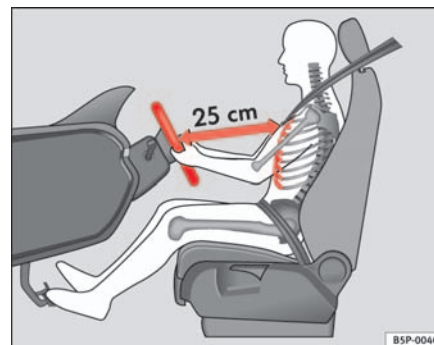

Abb. 130 Die richtige Sitzposition des Fahrers
- Stellen Sie das Lenkrad so ein, bis die gewünschte Einstellung erreicht ist  $\Rightarrow$  Abb. 130.
- Stellen Sie den Fahrersitz oder das Lenkrad so ein, dass der Abstand zwischen Lenkrad und Brustbein mindestens 25 cm beträgt → Seite 166, Abb. 130. Wenn Sie den Mindestabstand nicht einhalten, kann Sie das Airbag-System nicht schützen – Lebensgefahr!